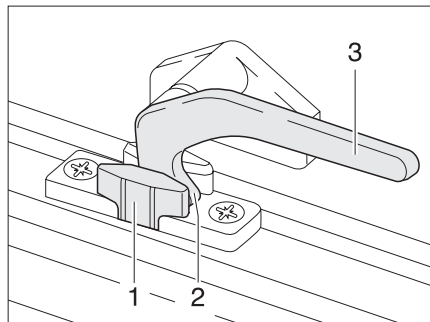
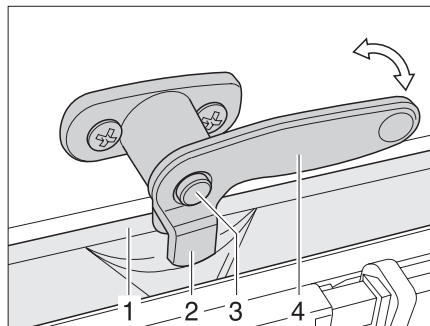

Fig. 21 Palanca de bloqueo en la posición de "ventilación continua"
Fig. 22 Palanca de bloqueo con botón de seguridad en posición "Ventilación continua"
- En la posición "ventilación continua" (Fig. 21)
- ▶ Caso disponible, presionar y mantener presionado el botón de seguridad (Fig. 22,3).
- ▶ Girar la palanca de bloqueo (Fig. 21,3 ó Fig. 22,4) un cuarto de vuelta hacia la mitad de la ventana.
- ▶ Girar de nuevo hacia atrás la palanca de bloqueo. El saliente de bloqueo (Fig. 21,2 ó Fig. 22,2) se ha de introducir para ello en el rebaje del bloqueo de la ventana (Fig. 21,1 ó Fig. 22,1).